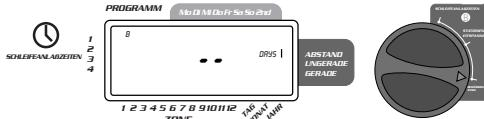

ABBILDUNG 8: LCD-Anzeige mit Bewässerungsablauf
- Die Wähl scheibe auf **BEWÄSSERUNGSABSTAND** drehen. Der Cursor blinkt links vom Wort **ABSTAND**. [Siehe Abbildung 8]